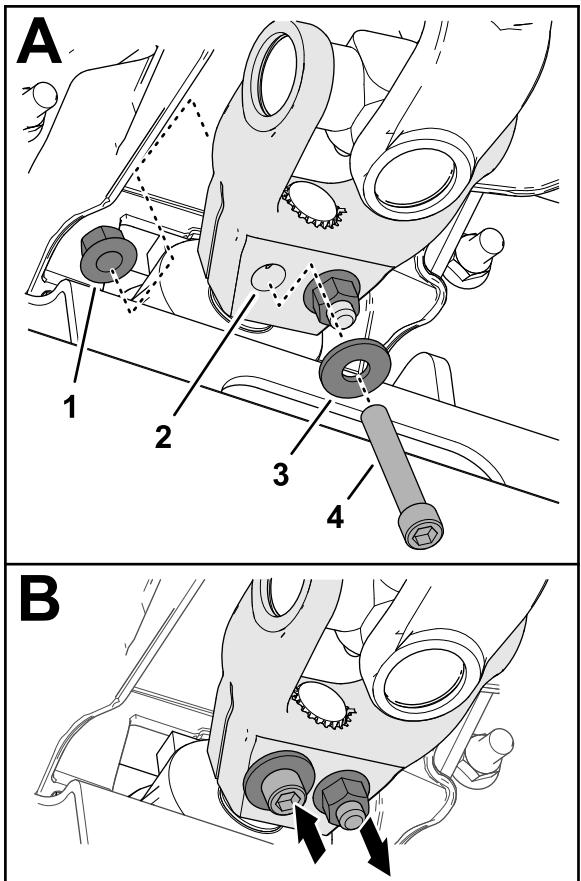

Figura 16
- Monte un tornillo de caperuza de cabeza allen ( $\frac{3}{8}$ " x 2 $\frac{1}{4}$ ") a través de una arandela ( $\frac{3}{8}$ ") y del taladro en la horquilla del árbol de transmisión (Figura 16) y fije el tornillo de caperuza con una contratuerca con arandela prensada ( $\frac{3}{8}$ ").
- Monte un tornillo de caperuza de cabeza allen ( $\frac{3}{8}$ " x 2 $\frac{1}{4}$ ") a través de una arandela ( $\frac{3}{8}$ ") y del taladro en la horquilla del árbol de transmisión desde la dirección opuesta (Figura 16) y fije el tornillo de caperuza con una contratuerca con arandela prensada ( $\frac{3}{8}$ ").